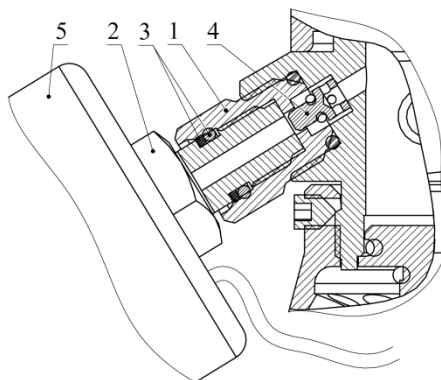

Рисунок 2.1 - Узел присоединения манометра
- в) удерживая переходник манометра (поз. 1, рис. 2.1) гаечным ключом S14 мм, отвернуть манометр (поз. 5, рис. 2.1) при помощи гаечного ключа S14 мм (место под ключ, поз. 2, рис. 2.1) на 5 полных оборотов до выхода уплотнительных колец (поз. 3, рис. 2.1) из посадочного гнезда. При выходе уплотнительных колец происходит сброс давления в камере между штуцером манометра и обратным клапаном (поз. 4, рис. 2.1). При полном сбросе давления из камеры происходит закрытие обратного клапана (характеризуется глухим щелчком и падением стрелки на шкале манометра до нуля). Если выход газа не прекратился необходимо вкрутить манометр на место. При этом необходимо следить, чтобы уплотнительные кольца (поз. 3, рис. 2.1) полностью зашли в посадочное гнездо. О данной неисправности срочно сообщить предприятию-изготовителю.